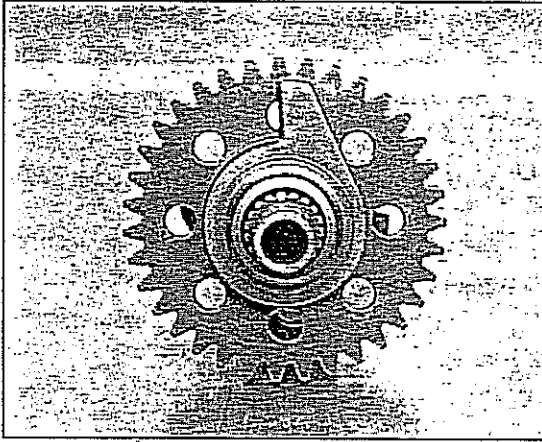
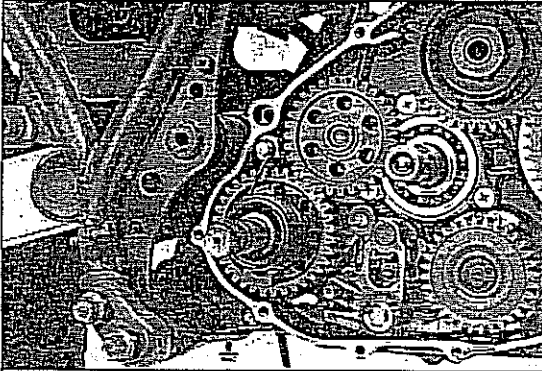

Bild 256
Bild 257
- Kickstarter-Zwischenrad montieren, und Kickstarterwelle vormontiert einsetzen. Feder einhängen, siehe Bild 256. Bild 257 zeigt abweichende von der E-Starter-Ausführung den Gehäusedeckel der Kickstarter-Ausführung.